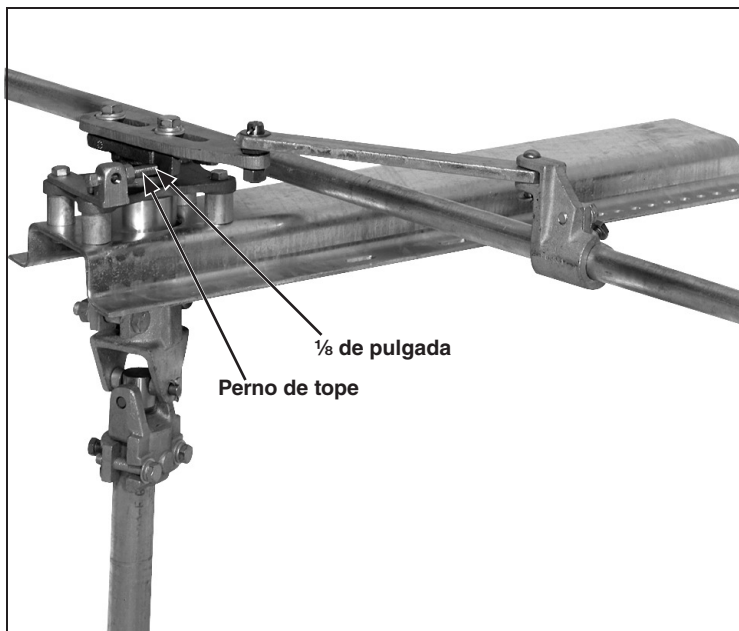

Figura 39. Ajuste del perno de tope del brazo de manivela de la chumacera externa para la operación eléctrica.
- (f) Cuando se utilice un Operador de Interruptores Tipo AS-1A de S&C o se utiliza un Operador de Interruptores Automático 6801M de S&C, verifique que—con el interruptor totalmente cerrado—exista una separación de aproximadamente  $\frac{1}{8}$  de pulgada, entre el brazo de manivela de la chumacera externa y su perno de tope. Vea la Figura 39. (Esta separación es esencial para evitar que el perno de tope se doble durante la operación eléctrica). Ajuste el perno de tope para obtener esta separación *después* de que se hayan hecho todos los demás ajustes para lograr el cierre total, la carrera o la acción rótula. Asegúrese de volver a apretar la tuerca de seguridad cuando se haya terminado el ajuste.